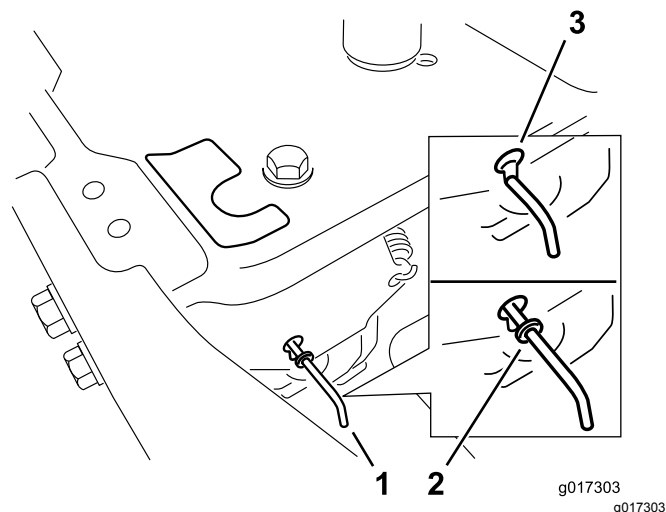

Figure 19
- Amenez les leviers de dérivation en avant dans l'encoche en trou de serrure, puis vers le bas pour les verrouiller en position (Figure 19).
Déplacez les leviers de dérivation en arrière dans l'encoche en trou de serrure, puis vers le bas pour les verrouiller en position, comme illustré à la Figure 19.